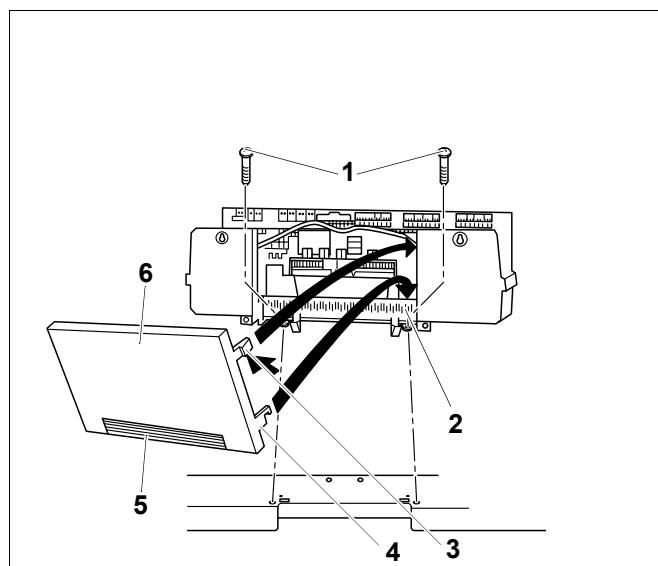

Рис. 19 Крепление системы управления Logamatic 4000
- Только для системы управления Logamatic 4000: снять заднюю стенку (рис. 19, стр. 37, поз. 6).
При необходимости можно выломать или вырезать заглушку (рис. 19, поз. 5) на задней стенке (рис. 19, поз. 6).
- Вставить оба нижних крюка (рис. 19, поз. 4) справа и слева на задней стенке (рис. 19, поз. 6) шлицом в верхнюю кромку гнезда рамки (рис. 19, поз. 2).
- Слегка нажать верхние эластичные крюки (рис. 19, поз. 3) внутрь (по стрелке) и вставить заднюю стенку (рис. 19, поз. 6) так, чтобы оба крюка защелкнулись.